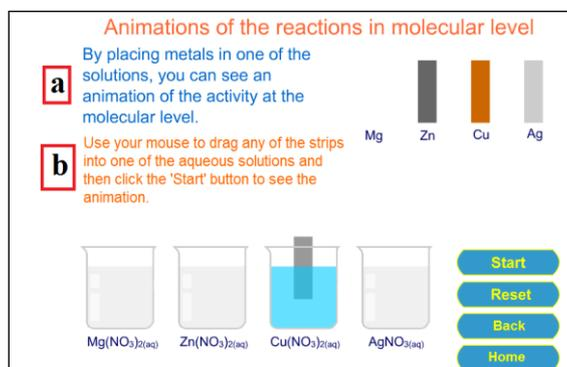

Figura 2: Animação das reações em nível molecular.
**Tradução A (Figura 2):** Colocando as placas de metais em uma das soluções, você pode visualizar uma animação da atividade em nível molecular (submicroscopicamente).
**Tradução B (Figura 2):** Usar o mouse para arrastar qualquer uma das placas em uma das soluções aquosas e em seguida, clique no botão "Iniciar" para ver a animação.